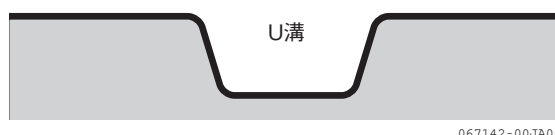

図 3-48
8. ミニ耕うん機が前進すると、溝ができます。（図 3-48）